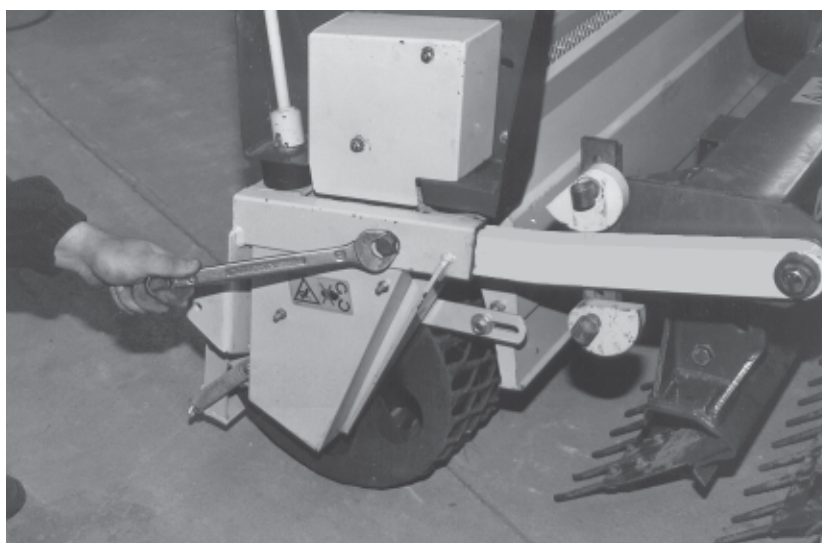

fig. 8
- retirer les vis de blocage des bras (fig. 8),